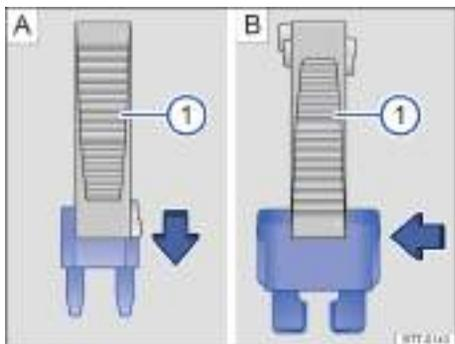

Fig. 161 Retirar o colocar un fusible con las pinzas de plástico ⓘ.
- Dado el caso, retire las pinzas de plástico de la tapa de la caja de fusibles → fig. 161 ⓘ.
- En el caso de los *fusibles pequeños*, agárrelos con las pinzas ⓘ desde arriba → fig. 161 [A].
- En el caso de los *fusibles más grandes*, desplace las pinzas ⓘ lateralmente sobre el fusible → fig. 161 [B].